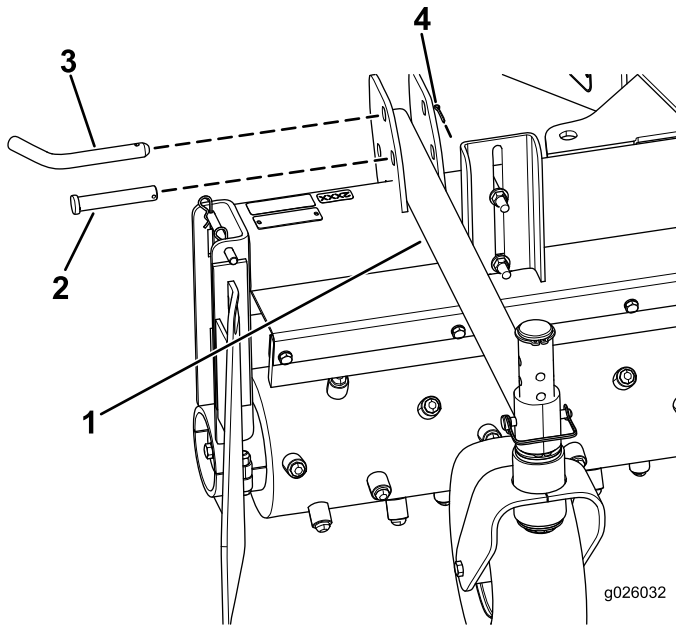

Bild 5
2. Befestigen Sie die Laufradarme mit den Anbauvorrichtungsstiften (5/8" x 3"), den Lastösenbolzen (5/8" x 3,5") und den Splinten (0,094" x 1"), wie in Bild 5 abgebildet.